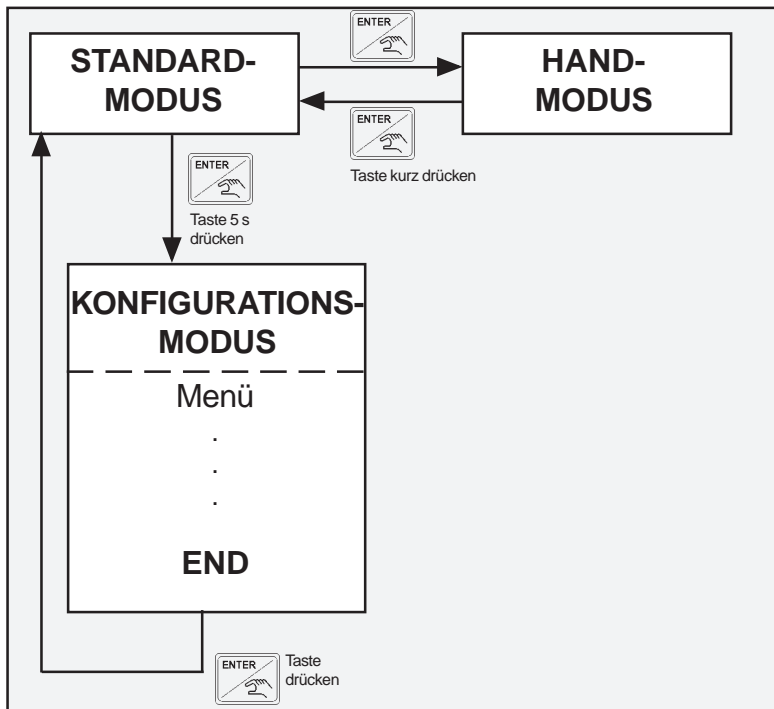

Bild 6 Umschalten zwischen den Betriebsmodi
- Der Wechsel in die anderen Modi ist mit den in Bild 6 gezeigten Aktionen möglich.